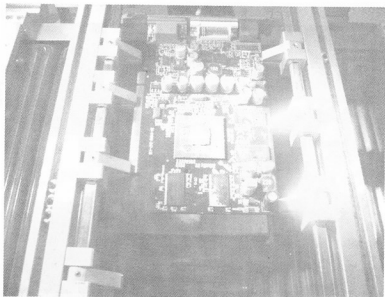

图 4-43 固定显卡
(9) 植株完成后即可开始焊接 GPU。将显卡固定在 BGA 机上, 如图 4-43 所示。